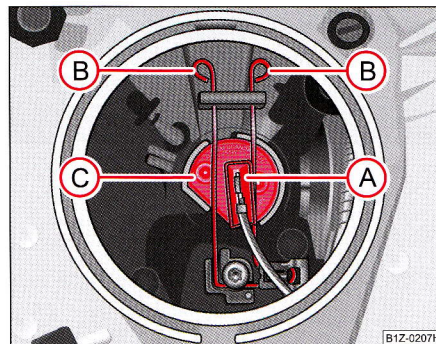

Fig. 228 Demontarea becului luminii de drum
- Decuplați ștecărul (A) ⇒ fig. 228.
- Apăsăți mânerul de sârmă (B) înspre far și apoi apăsați-l în lateral.
- Scoateți becul (C) și montați-l pe cel nou, astfel încât elementele de fixare ale soclului să intre în orificiile din reflector.